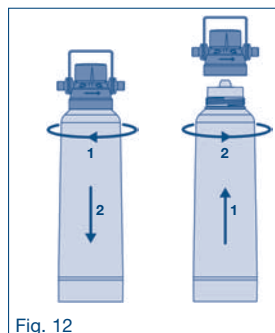

Fig. 12
2. Desaperte o elemento filtrante na cabeça do filtro, rodando-o para a direita (ver fig. 12). Para facilitar a desmontagem dos elementos filtrantes, é possível oscilar a cabeça do filtro no suporte em 90°.
4. Instale um novo elemento filtrante como descrito no capítulo 6.7 (ver fig. 12)